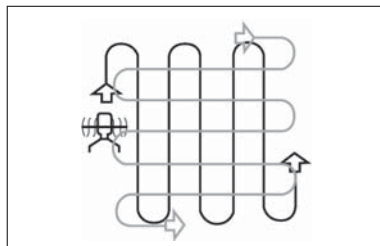

Fig. 11
6. Labourez en rangées qui se chevauchent légèrement. La technique de labourage des sols la plus efficace est de monter et descendre l'appareil en lignes verticales, puis de passer l'appareil en lignes horizontales de gauche à droite (Fig. 11). Cela permet de garder les lignes en elles-mêmes et garantit que tout le terrain est labouré sans exception.